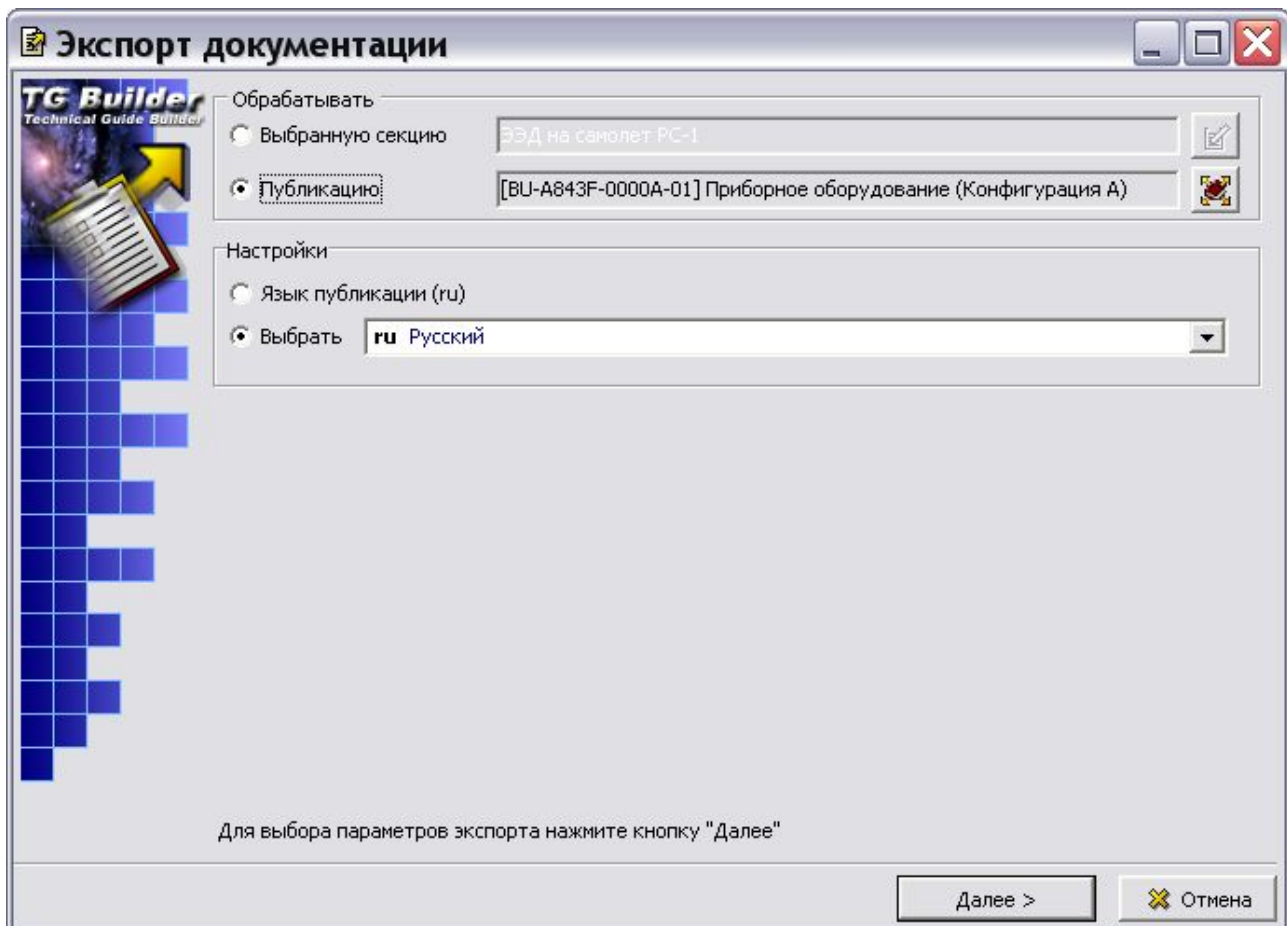

Рис. 8.76
6. Выберите версию публикации и нажмите на кнопку **Выбрать**. При этом произойдет возврат в окно **Экспорт документации**, и в поле **Публикацию** появится название экспортируемой публикации (Рис. 8.76).